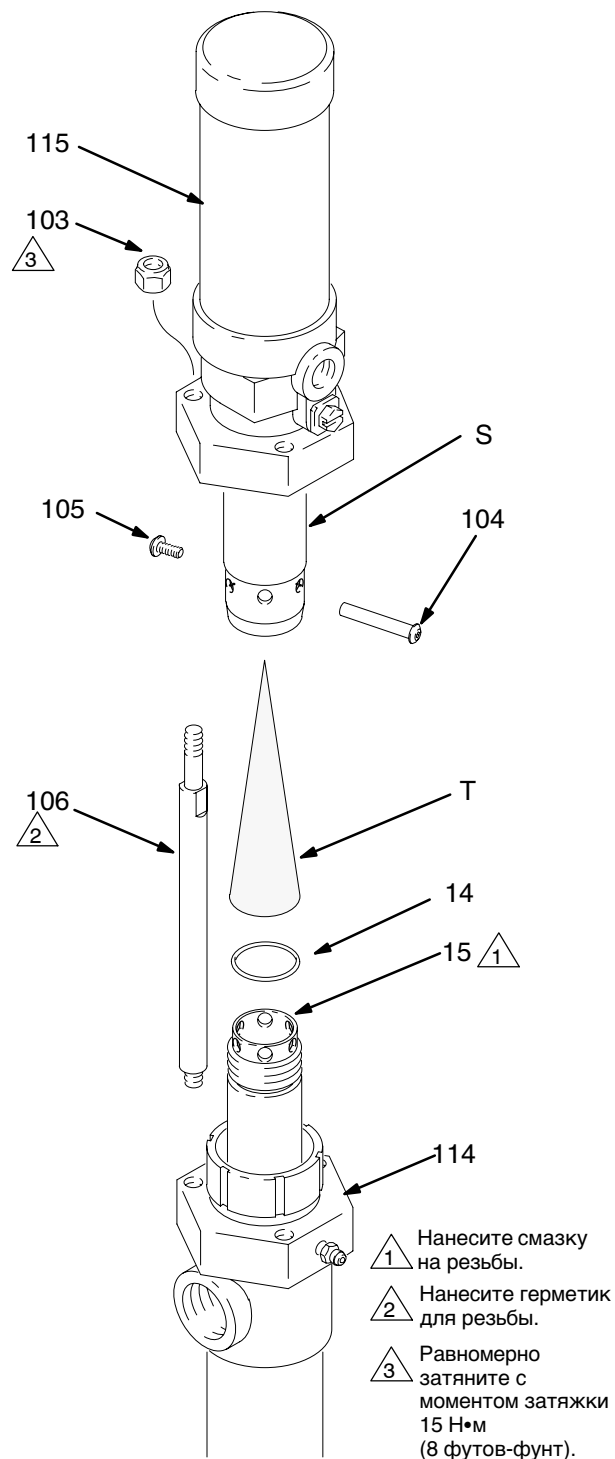

Рис. 7
3. См. Рис. 7. Открутите контргайки (103) на соединительной тяге.
4. Выкрутите и извлеките винт (105) и втулку (104).
5. Снимите пневматический двигатель (115) с поршневого насоса (114). Выкрутите шток поршня (15) из соединительной тяги пневматического двигателя (S).
1. При повторном подсоединении пневматического двигателя, нанесите на резьбовые части штока поршня (15) консистентную смазку на литевой основе. Проверьте, что уплотнительное кольцо (14) находится на своем месте на штоке.
2. Вставьте глушитель (T) в соединительную тягу пневматического двигателя (S), как показано на Рис. 7.
3. Затяните усилием руки шток поршня (15) в соединительной тяге пневматического двигателя, и установите втулку и комплект винтов (104 и 105).
4. Нанесите герметик для резьбы на резьбовые части соединительных тяг (106). Для обеспечения надлежащего выравнивания, накрутите сначала контргайки штоков (106) без затяжки на соединительные тяги, а затем равномерно затяните с моментом затяжки 15 Н•м (8 футов-фунт).